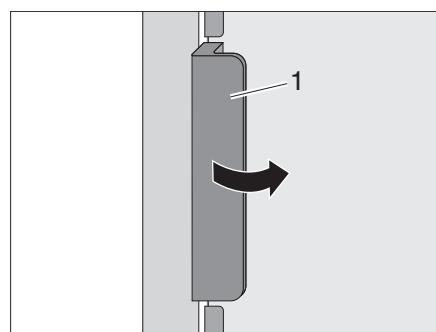
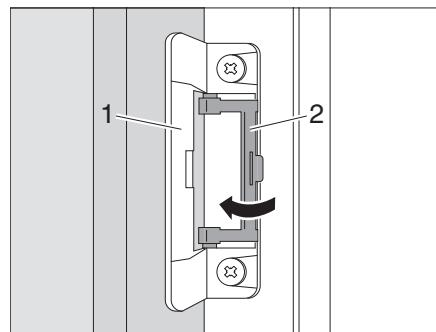

Fig. 363 Abrir la puerta del frigorífico
Fig. 364 Bloquear la posición de ventilación
Abrir: ■ Abrir la puerta del frigorífico con el tirador (Fig. 363,1). El bloqueo (Fig. 364,1) se abre automáticamente.
■ Soltar el bloqueo (Fig. 364,2).